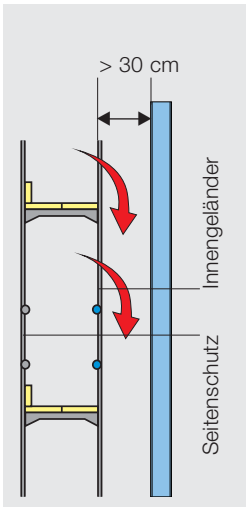

Bild 12: Innengeländer im Element- und Skelettbau .
- Innengeländer im Element- und Skelettbau (Bild 12)